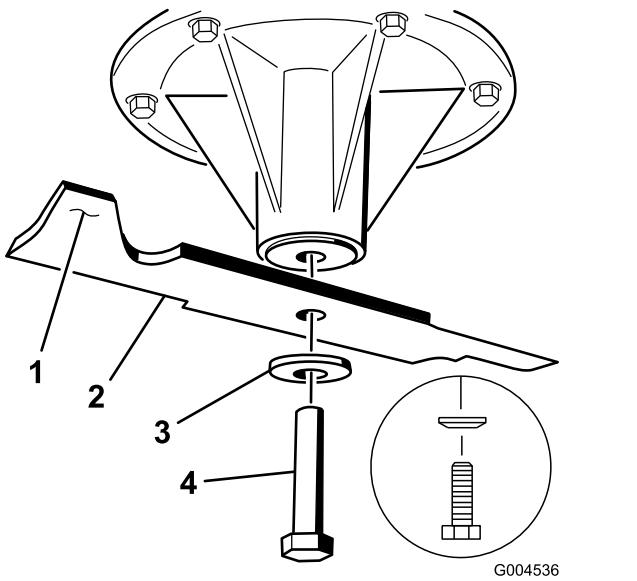

Figura 105
2. Togliete il bullone, la rondella curva e la lama dall'asse del fusello (Figura 105).
- Se la lama non è bilanciata, limate del metallo soltanto dalla costa (Figura 105).